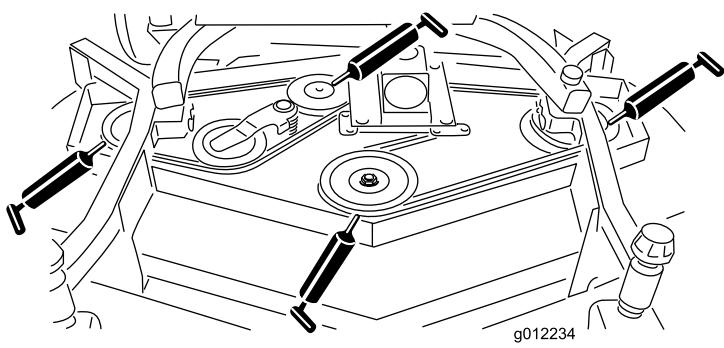

図 21
- スピンドルのシャフトのベアリング3ヶ所ブーリーの下(図 21)
- アイドラー臂のシャフトのベアリング(図 21)